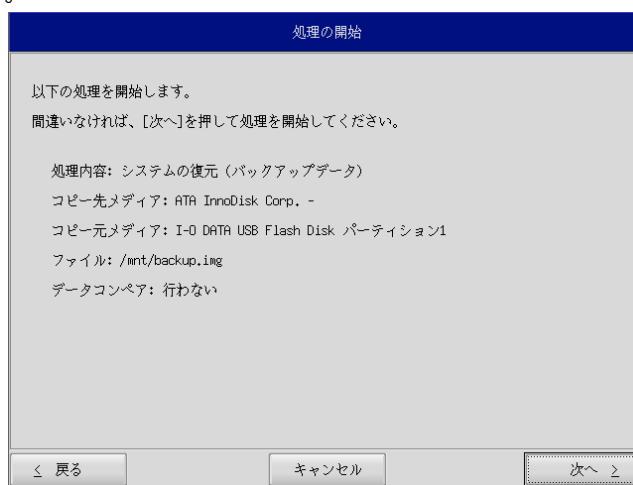

図 6-2-7. 確認画面
- ⑪ 確認画面(図 6-2-7)が表示されます。メディア、パーティション、保存ファイルを確認します。[次へ]ボタンを押します。